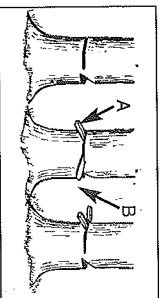

Fig. 11C
1. Utilisez un coin en bois ou en plastique (G) pour prévenir le coincement du guide-chaîne ou de la chaîne (H) dans l'entaille. Un coin permet aussi de contrôler la chute (Fig. 11C).